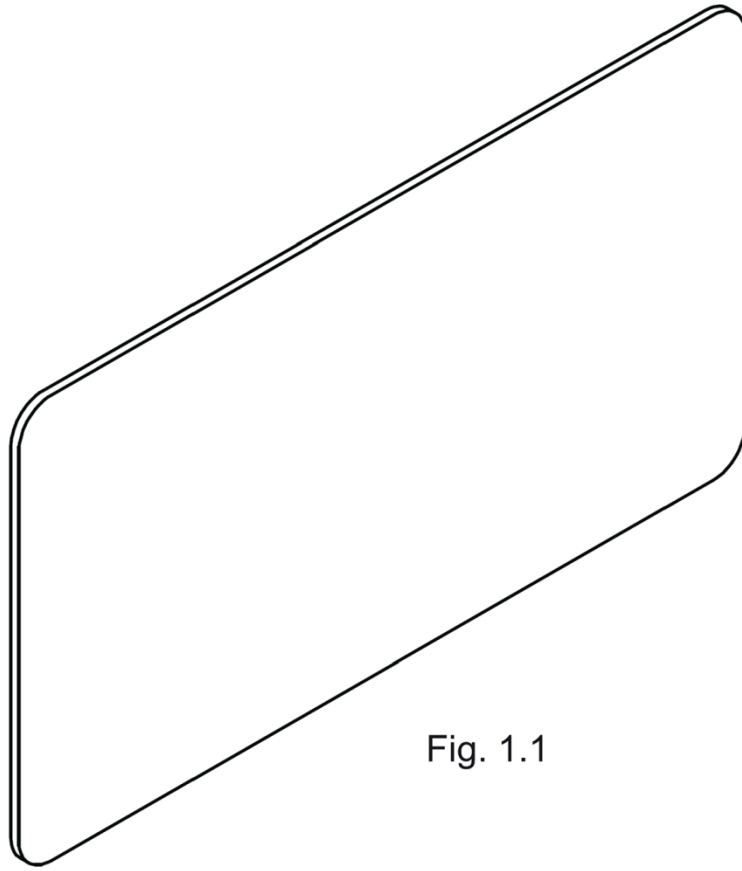
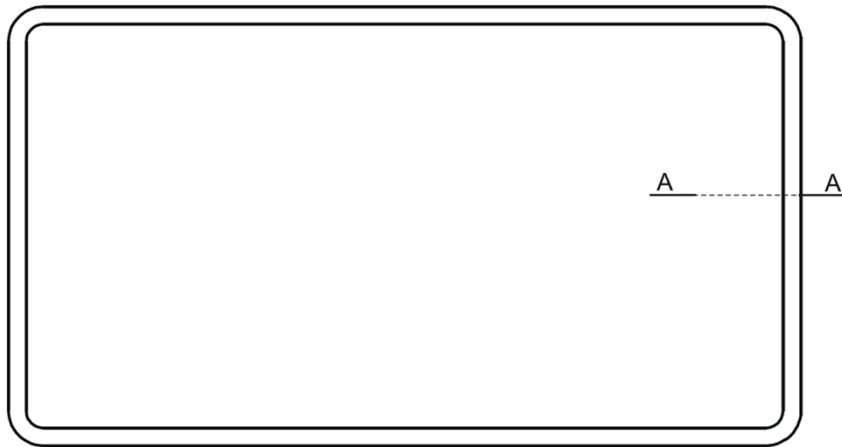

Fig. 1.1
Fig. 1.2
Front meblowy ma postać prostopadłościenną płyty z obwiedniowo frezowanymi krawędziami, przy czym w przekroju poprzecznym obwiedniowe frezowanie ma postać wieloboku z łagodnie wypukłą, od strony powierzchni czołowej frontu, opadającą czołową krawędzią, przechodzącą w wąski prosty odcinek, który z kolei przechodzi w skośny pod kątem około 45° odcinek, łączący się z tylną częścią płyty, jak pokazano na rysunku - fig. 5, fragmencie przekroju A-A z fig. 1.2; 2.2; 3.2 i 4.2.
1. Front pełny z czterema zaokrąglonymi narożami oraz z frezowaniem obwiedniowym ze wszystkich stron, jak pokazano na rysunku, w widoku perspektywnym – fig. 1.1, w widoku od tyłu – fig. 1.2, w widoku od góry – fig. 1.3, w widoku z boku – fig. 1.4, w widoku od przodu – fig. 1.5.